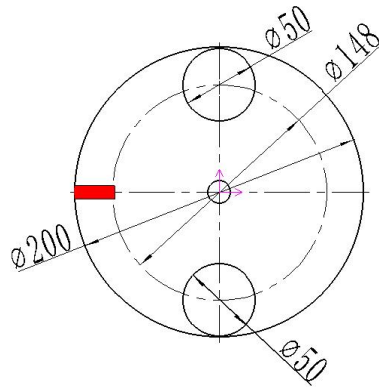

图 2 转盘
1、转盘直径  $200\pm 2\text{mm}$ ，如图 2 所示位置有直径  $50\pm 1\text{mm}$  的通孔 2 个。转盘材料：厚度  $5\pm 0.5\text{mm}$  有机玻璃，转盘中心孔安装在电动机的轴上。电动机通过支座安装固定在木板上。电机轴中心距木板上表面  $150\pm 2\text{mm}$ 。转盘上贴有红色标记，便于观察转过的周数。